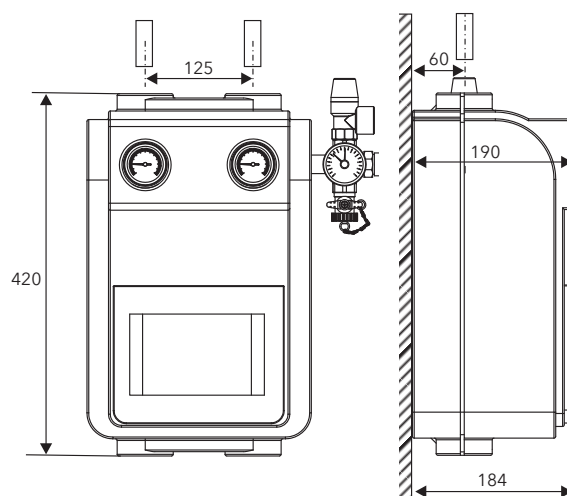
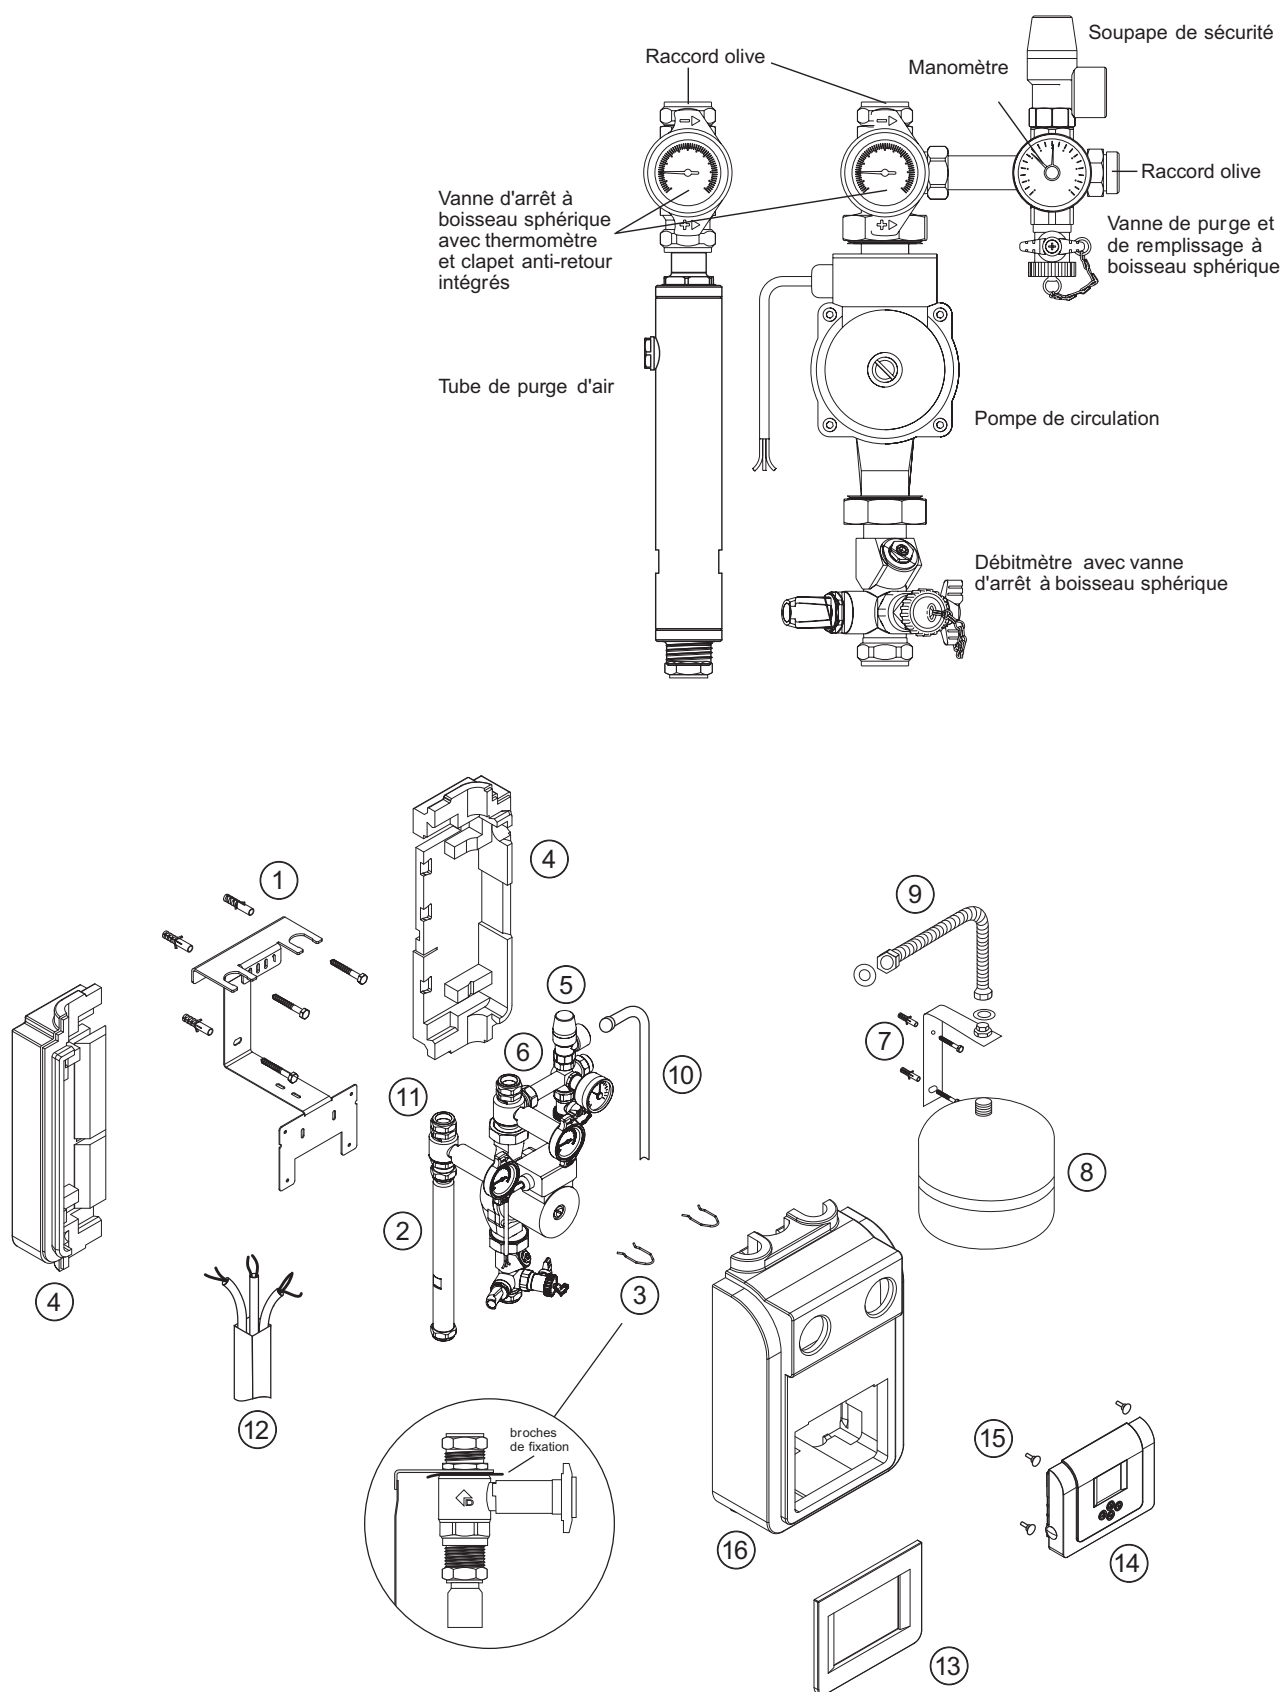
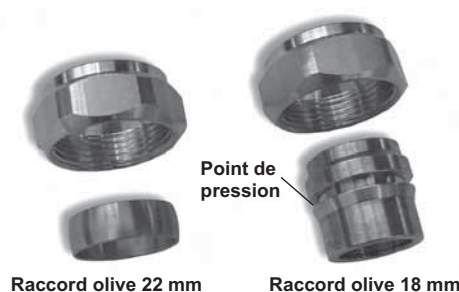

Fig. 3 Groupe de transfert : vue de face et de gauche, côtes en mm
Fig. 4 Le groupe de transfert solaire et ses composants (Numérotation voir chiffres en parenthèses dans les étapes de montage)
Fig. 6 Raccords olive 18 et 22 mm
- Positionnez le support de fixation mural (1, cf. Fig.4) à l'aide d'un niveau sur le lieu d'implantation prévu, marquez les emplacement des trous à percer, percez et fixez à l'aide des vis et des chevilles fournies.
- Placez les deux tuyaux (2+6) dans les emplacement prévus sur le support de fixation et fixez les à l'aide des deux broches de fixation (3) sous la tôle de maintien.
- Assemblez ensemble les deux coques isolantes arrières (4) autour du support de fixation mural.
- Fixez les éléments du groupe de sécurité (5) avec les joints d'étanchéité 3/4" sur l'embout libre (6) du retour à l'aide d'une clé plate. Lors de la fixation assurez un contre serrage du raccord olive, sinon vous risquez d'endommager certaines pièces ou de rencontrer des problèmes d'étanchéité.
- Montez le support mural (7) du vase d'expansion (8) à la droite du groupe de sécurité à l'aide des chevilles et des vis fournies et serrez. Veillez à la longueur du flexible inox. 3/4" (9).
- Installez le raccord de conduite de purge (10) sur le groupe de sécurité et placez le bidon vide de fluide caloporteur dessous pour récupération du fluide éventuellement craché.
- Le raccord au circuit solaire (distance entre les tubes cf. Fig. 3) est réalisé à l'aide de raccords olive (Fig. 6) 18 ou 22 mm (11) du groupe de transfert solaire. Introduisez les tubes coupés droit et ébavurés jusqu'à la butée du raccord à visser puis serrez à l'aide de deux clés plates 32. Avec le raccord olive 18 mm, on entend un craquement lors du serrage, preuve du bon montage. Resserez jusqu'au bout. Ne soudez pas la réduction du raccord olive 18 mm. Ici également, assurez un contre serrage lors du serrage des raccords olive sinon vous risquez d'endommager certaines pièces ou de rencontrer des problèmes d'étanchéité.